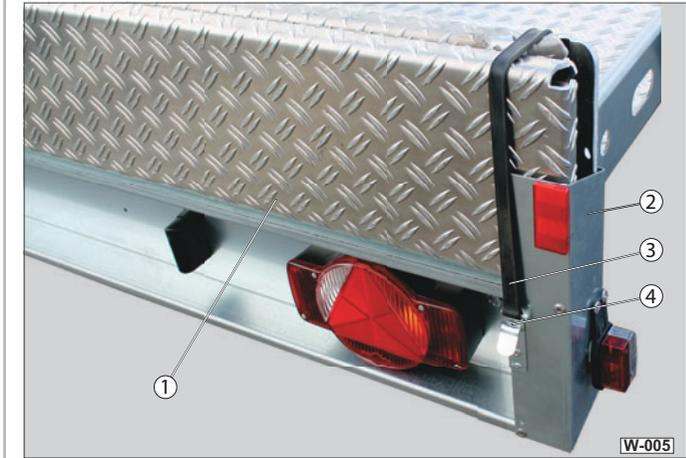

Abb. 5 Auffahrschienen kontrollieren
- ▶ Kontrollieren Sie regelmäßig (min. halbjährlich) den Zustand der Auffahrschienen (Abb. 5/1) auf Risse, Verformung.
- ▶ Prüfen Sie die Führungen (Abb. 5/2) auf Deformation.
- ▶ Prüfen Sie, dass die Gummibänder (Abb. 5/3) keine Risse aufweisen.
- ▶ Prüfen Sie die Verschlussöse / den Verschlussshaken (Abb. 5/4) auf Verformungen.